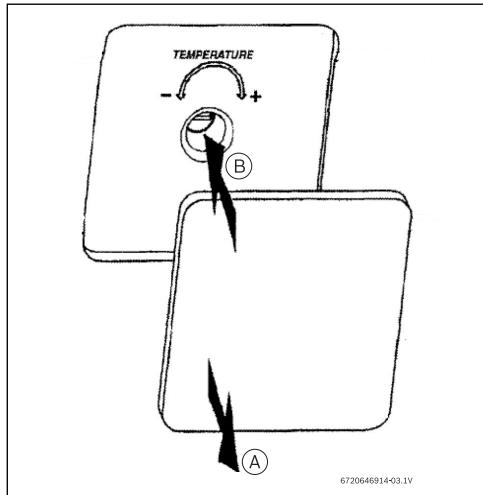

Fig. 7 Eje de ajuste de temperatura
Si la temperatura requerida es diferente de la configuración de fábrica, gire el eje de ajuste (Fig. 7) hasta que la temperatura de salida sea correcta.
- Retire la placa de identificación en la dirección de la flecha A (Fig. 7).
- Ajuste la temperatura con un destornillador en el eje como se muestra en la flecha B (Fig. 7).